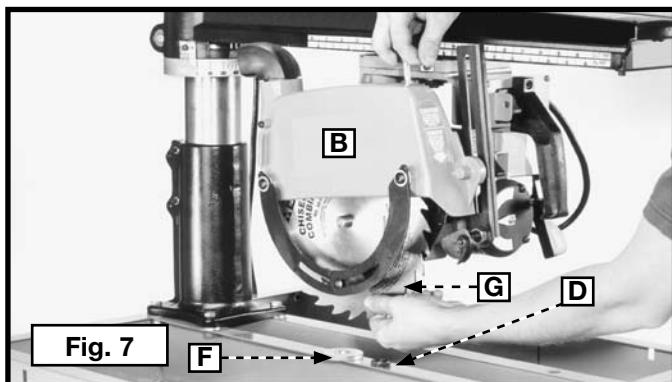

Fig. 7
4. Soulever le protège-lame (B) Figure 7. Enlever l'écrou d'arbre (D), la bride extérieure de la lame (F) et la lame (G).
5. Enlever le protège-lame (B).